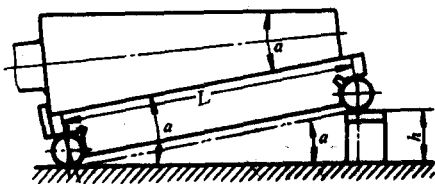

图 1-24 正弦规测量锥度
5. 如图 1-24 所示正弦规测量锥度, 正弦规中心距 $L = 100\text{mm}$, 被测工件锥角 $\alpha = 24.5^\circ$, 试求所垫量块高度 h ?